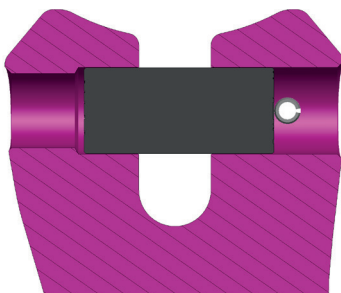

Abb. 4: G-Bolzenmontage durch Spannstift und Stufenbohrung (links). Ein G-Bolzen der nächst kleineren Größe fällt heraus.
- Der G-Bolzen muss durch den Spannstift und die Stufenbohrung unlösbar im Bauteil montiert sein (Abb. 4).